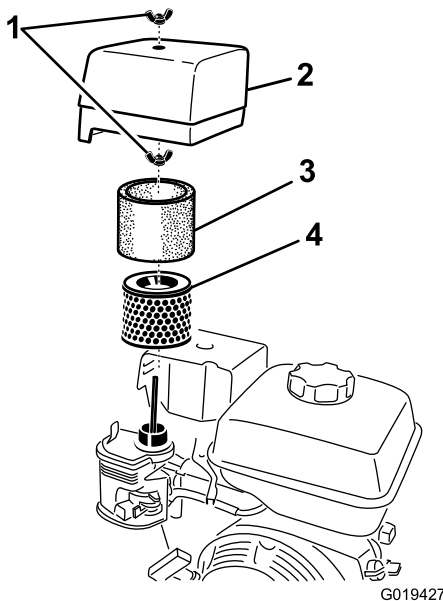

Bild 13
3. Lösen Sie die Mutter, mit der die Abdeckung befestigt ist (Bild 13).
6. Nehmen Sie die Schaum- und Papiereinsätze vom Unterteil ab (Bild 13).
7. Nehmen Sie den Schaumeinsatz vorsichtig vom Papiereinsatz ab (Bild 13).